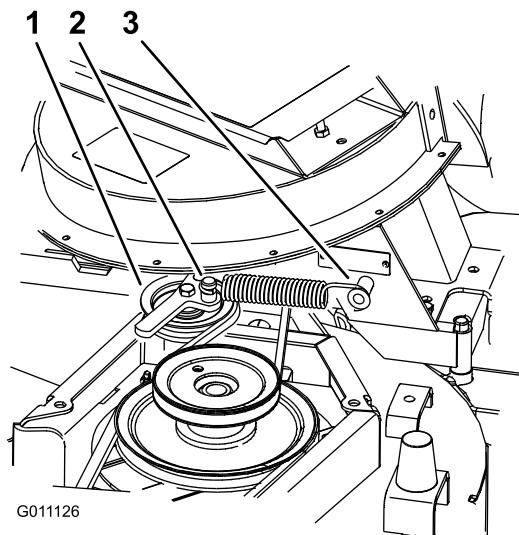

Figura 18
4. Montate la molla come illustra Figura 18.